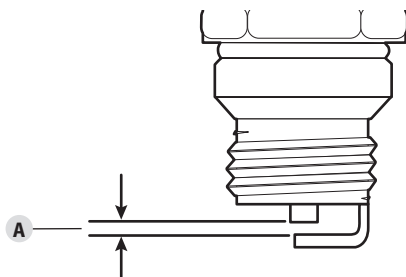

Fig. 21
4. Utilisez une jauge d'épaisseur pour régler l'écartement (Fig. 21-A) à **0,635 mm (0,025 po.)**.